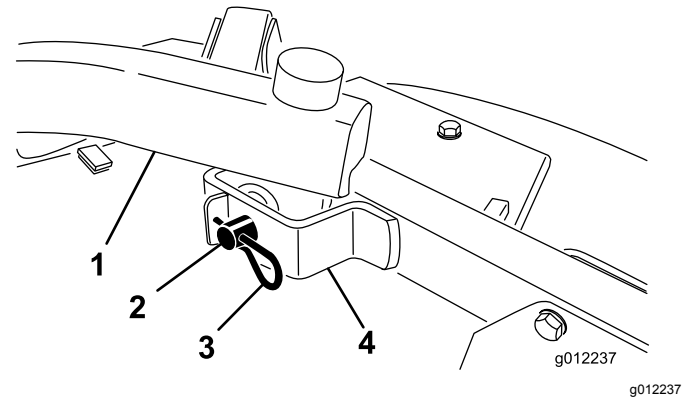

Figura 25
2. Retire os pernos de gancho e os pinos de segurança que fixam os braços de elevação aos suportes do braço da roda giratória (Figura 25).